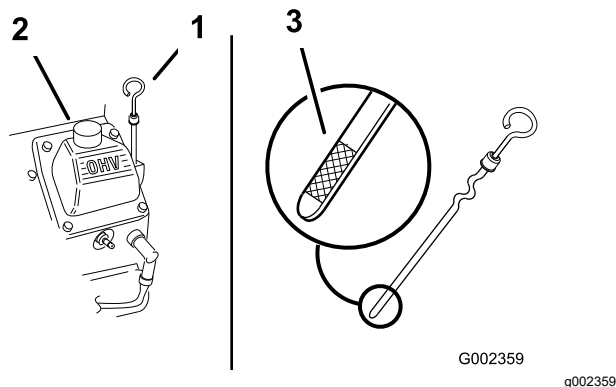

Figura 160
3. Curățați zona din jurul buonului de umplere cu ulei i din jurul jojei (Figura 160).